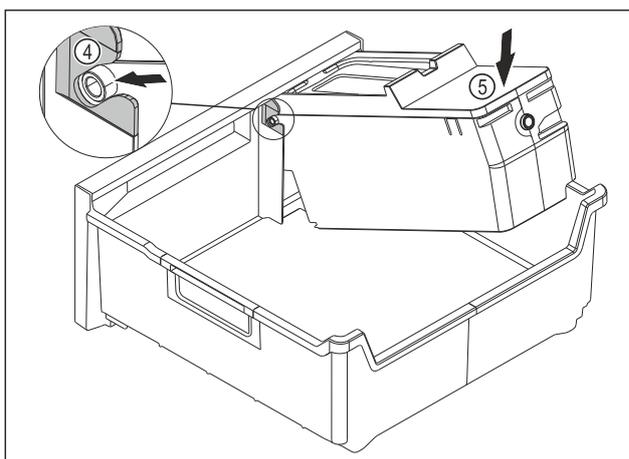

Fig. 145
- ▶ Montáž korpusu EasyTwist-Ice: Osi korpusu EasyTwist-Ice zasuňte do vedení Fig. 145 (4).
- ▶ Zatlačte korpus EasyTwist-Ice Fig. 145 (5) zozadu smerom nadol.